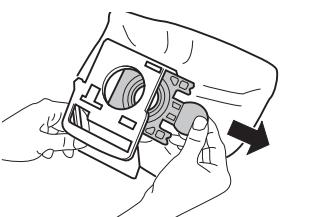

Abb. 20
5. Ziehen Sie den Staubfilterbeutel aus dem Staubbeutelhalter heraus (Abb. 20).